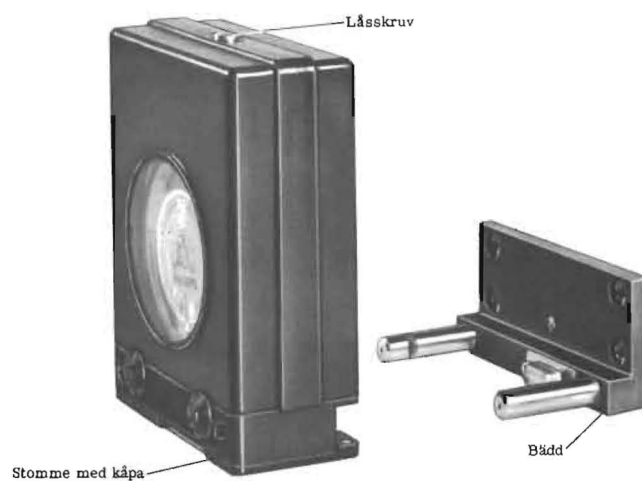

Bild 3. Bandinspelare FB-2
1. Ta bort skyddskåpan. Härvid vrider man låsskruven, se bild 3, ett kvarts varv moturs.
Bandinspelaren består av följande huvuddelar, bild 3: